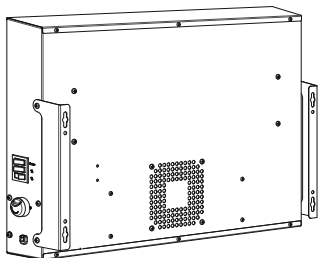

Рисунок 4.
6.3. Для монтажа конвектора на стене следует установить кронштейны на корпус конвектора с помощью винтов из комплекта поставки (см. рис. 4).